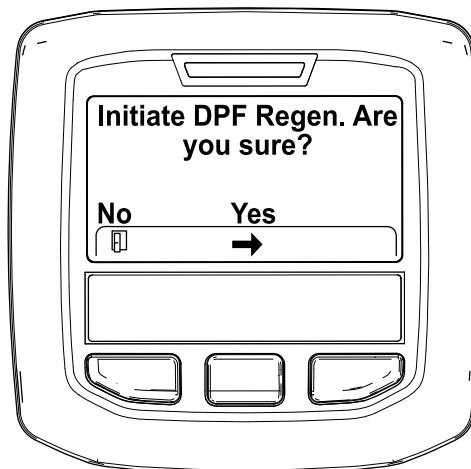

Figure 44
4. Quand le message « Initiate DPF Regen. Are you sure? » (lancer régénération FAP. Êtes-vous sûr(e)?) s'affiche, appuyer sur le bouton central (Figure 44).